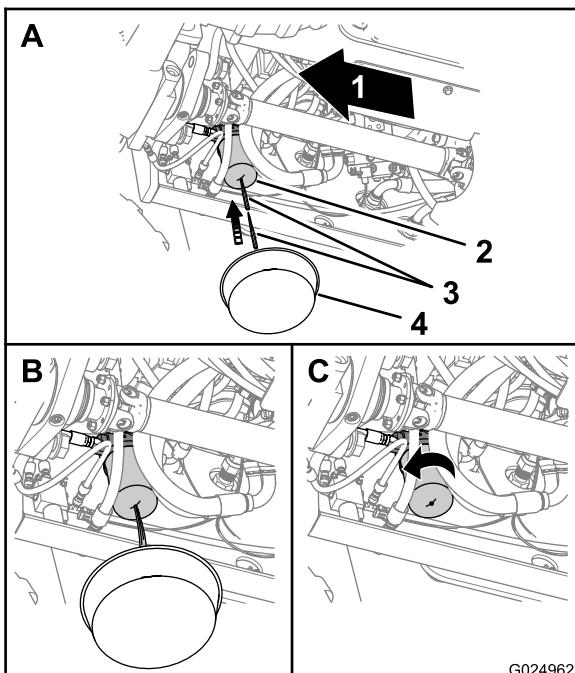

Figura 97
1. Posicione uma bandeja de drenagem sob o filtro de óleo da transmissão (Figura 97).
2. Perfure o fundo do filtro de transmissão e permita que o fluido hidráulico residual escoe para o recipiente (Figura 97). | 3. Objeto cortante
3. Remova o filtro da transmissão com uma chave saca-filtro e descarte o filtro (Figura 97).
6. Instale o novo filtro com a mão e aperte firmemente o filtro 1/2 a 3/4 de volta após ter feito contato com o cabeçote do filtro (Figura 97). |